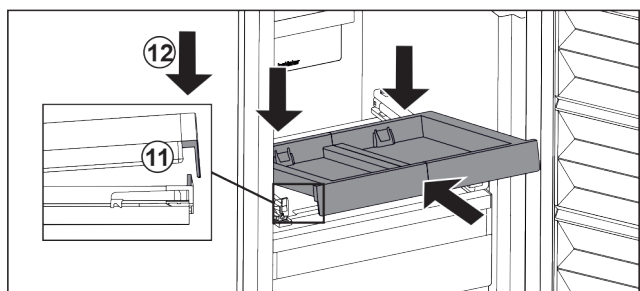

Fig. 29
- ▶ Вставити навкосои. Звертайте увагу, щоб з обох боків упор був за накладкою. Fig. 29 (11)
- ▶ Витяжну панель опустити спереду. Fig. 29 (12)